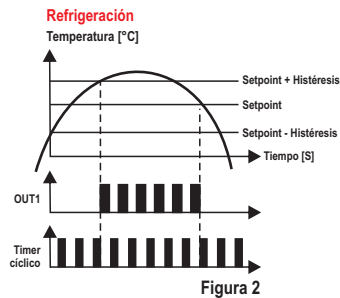

Figura 2
- **1ra. etapa unida al timer cíclico (timer inicia conectado en la energización) (F22=2):** en esta configuración el timer alterna conforme los tiempos configurados en F20 ([E0N]) y F21 ([E0FF]). La 1ra. etapa comienza a alternar cuando la temperatura alcanza SP1 + F06 (si la 1ra. etapa estuviera configurada como refrigeración) o SP1 - F06 (si la 1ra. etapa estuviera configurada como calefacción), como muestra la Figura 2.